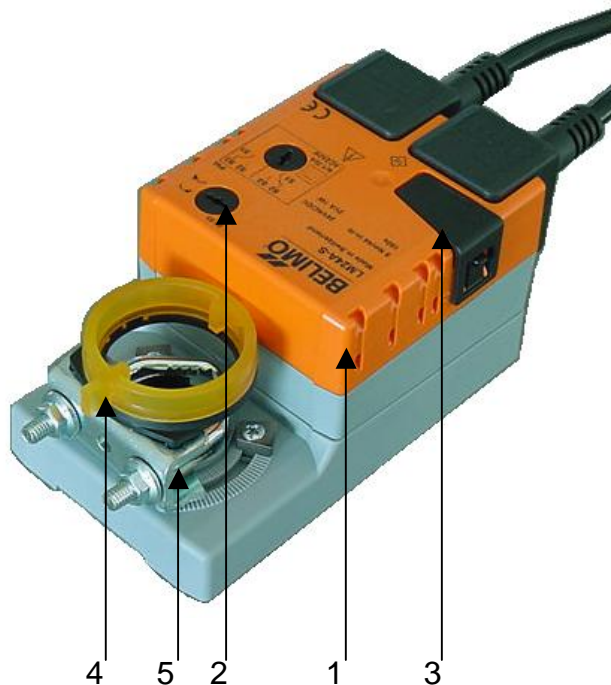
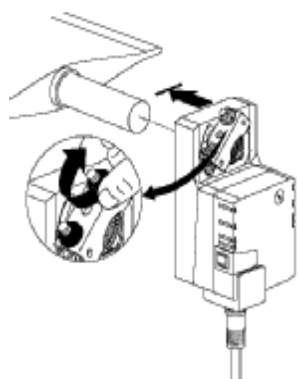
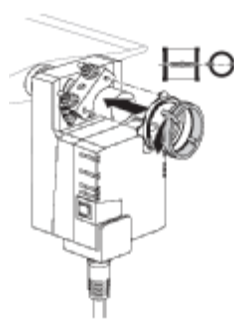

Рис.1
Рис. 5
Рис. 8
2. Установить привод на вал заслонки (Рис. 5). Нажатием кнопки принудительного управления (Рис.1 , 3) вывести из зацепления редуктор и повернуть V-образный захват (Рис. 1,5) в крайнее положение против часовой стрелки. Затянуть вручную гайки V-образного захвата.
6. Установить метку механического указателя положения (Рис.1,4) параллельно положению лопатки заслонки (Рис.8).
направления поворота (Рис.1,2) в положение «1».
2. Установить привод на вал заслонки (Рис. 5). Нажатием кнопки принудительного управления (Рис.1 , 3) вывести из зацепления редуктор и повернуть V-образный захват (Рис. 1,5) в крайнее положение по часовой стрелке. Затянуть вручную гайки V-образного захвата.
направления поворота (Рис.1,2) в положение «0».